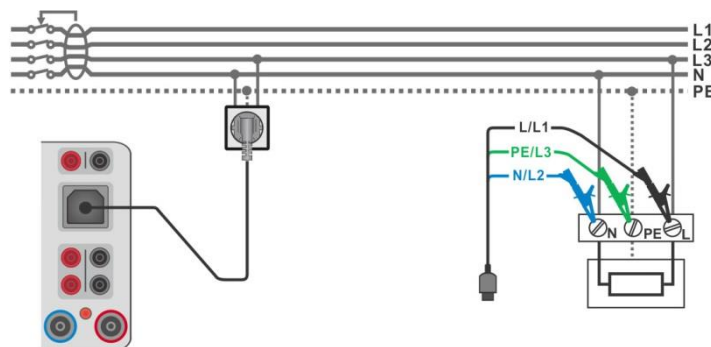

Abbildung 6.72: Anschluss des Commander-Prüfsteckers und des 3-Leiter Prüfadapters
- › Verbinden Sie das 3-drahtige Prüfkabel oder das Steckerprüfkabel mit dem zu prüfenden Objekt, siehe **Abbildung 6.72**.